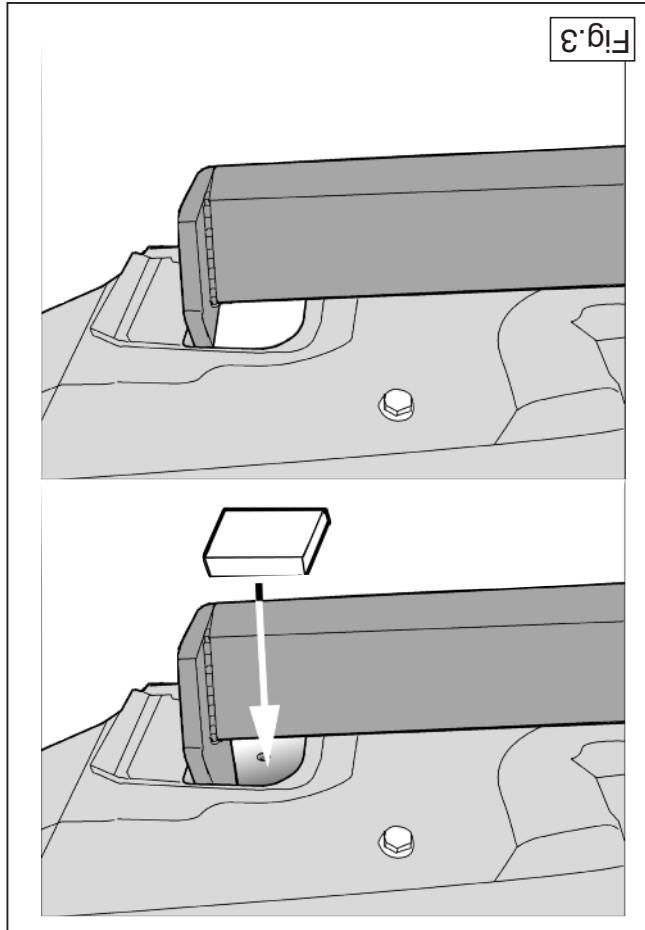

Fig.3
6. Plaats de twee PE schuimblokken als afdichting in de chassisbalken (zie fig. 3).
6. Place the two PE foam blocks as sealing on the chassis members (see fig. 3).
- anbringen (siehe Fig. 3).
6. Mettre les deux blocs de mousse PE pour le colmatage dans les barres de châssis (voir la fig. 3).